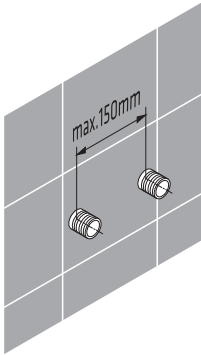

Fig.1
- Disposer les prises de l'eau chaude et de l'eau froide à une distance pareille des de la figure 1;